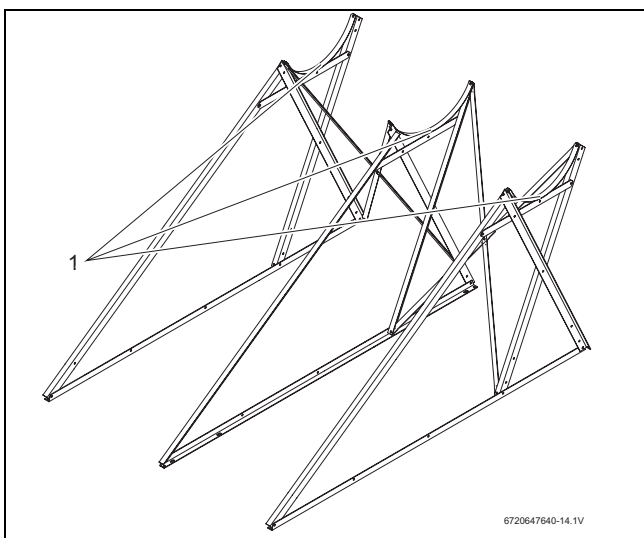

Fig. 23 Fijar abrazaderas del acumulador
- ▶ Fijar las abrazaderas del acumulador (→ Fig. 23, [1]) entre las dos escuadras de asiento del acumulador. La cabeza aplanada del tornillo debe mirar en dirección del acumulador de agua caliente que se montará posteriormente.